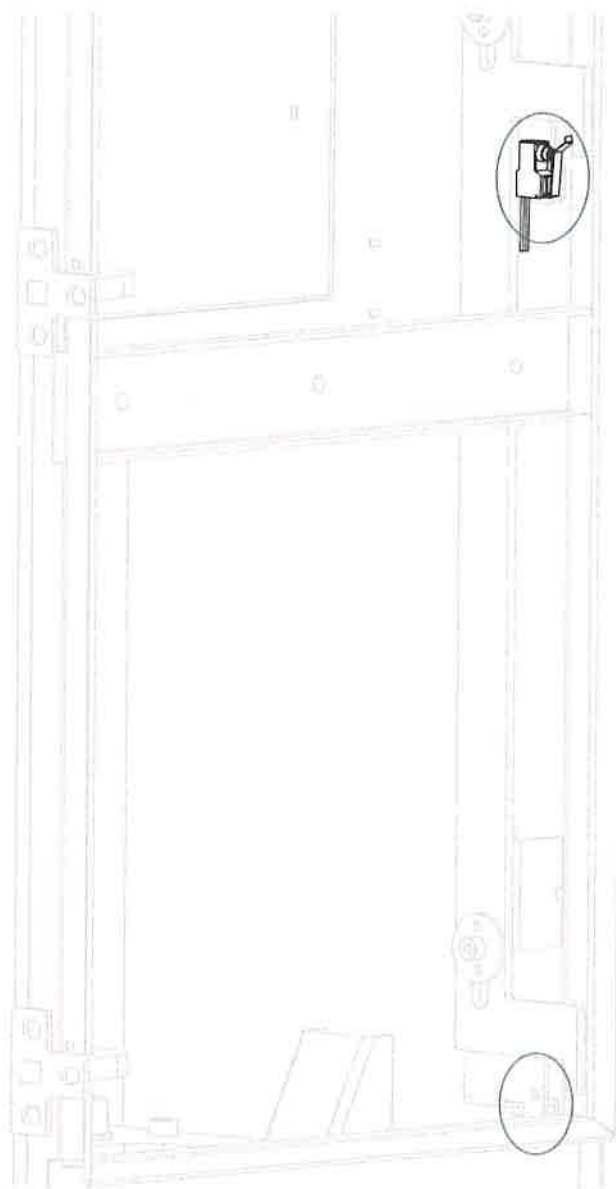

Figura 39 - Porta inferior.
4. Localizar o sensor de abertura instalado na porta, numa das localizações assinaladas na Figura 39;
1. Instalar o novo sensor na porta inferior de acordo com a Figura 39;